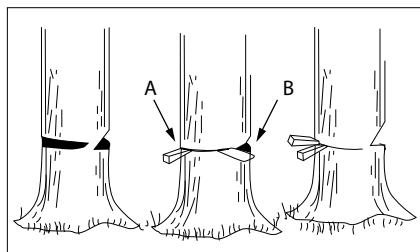

Рис. 16
Використовуйте дерев'яні або пластикові клини (A), щоб запобігти заклинювання шини або ланцюгу (B) в зрізі. Клини також керують валінням (рис. 16).